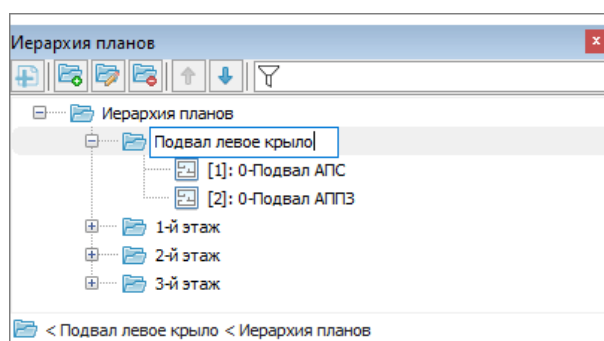

Рисунок 6-595 Ввод нового наименования группы планов
- либо выделите в дереве иерархии планов ту группу планов, наименование которой необходимо изменить, и щелкните по выделенной группе планов левой клавишей мыши, после чего введите новое наименование группы планов (см. Рисунок 6-595).